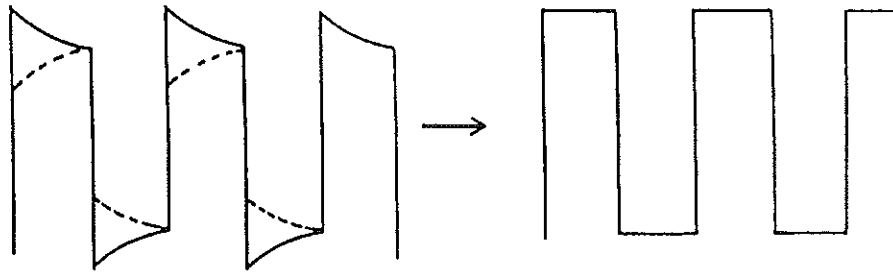

Figure 5-2. Compensation de la sonde
- 3 Lorsque le signal affiché (carré) est déformé (comme sur la Figure 5-2), utilisez un tournevis à lame fine pour ajuster le réglage de la sonde jusqu'à ce que le signal apparaisse comme illustré.